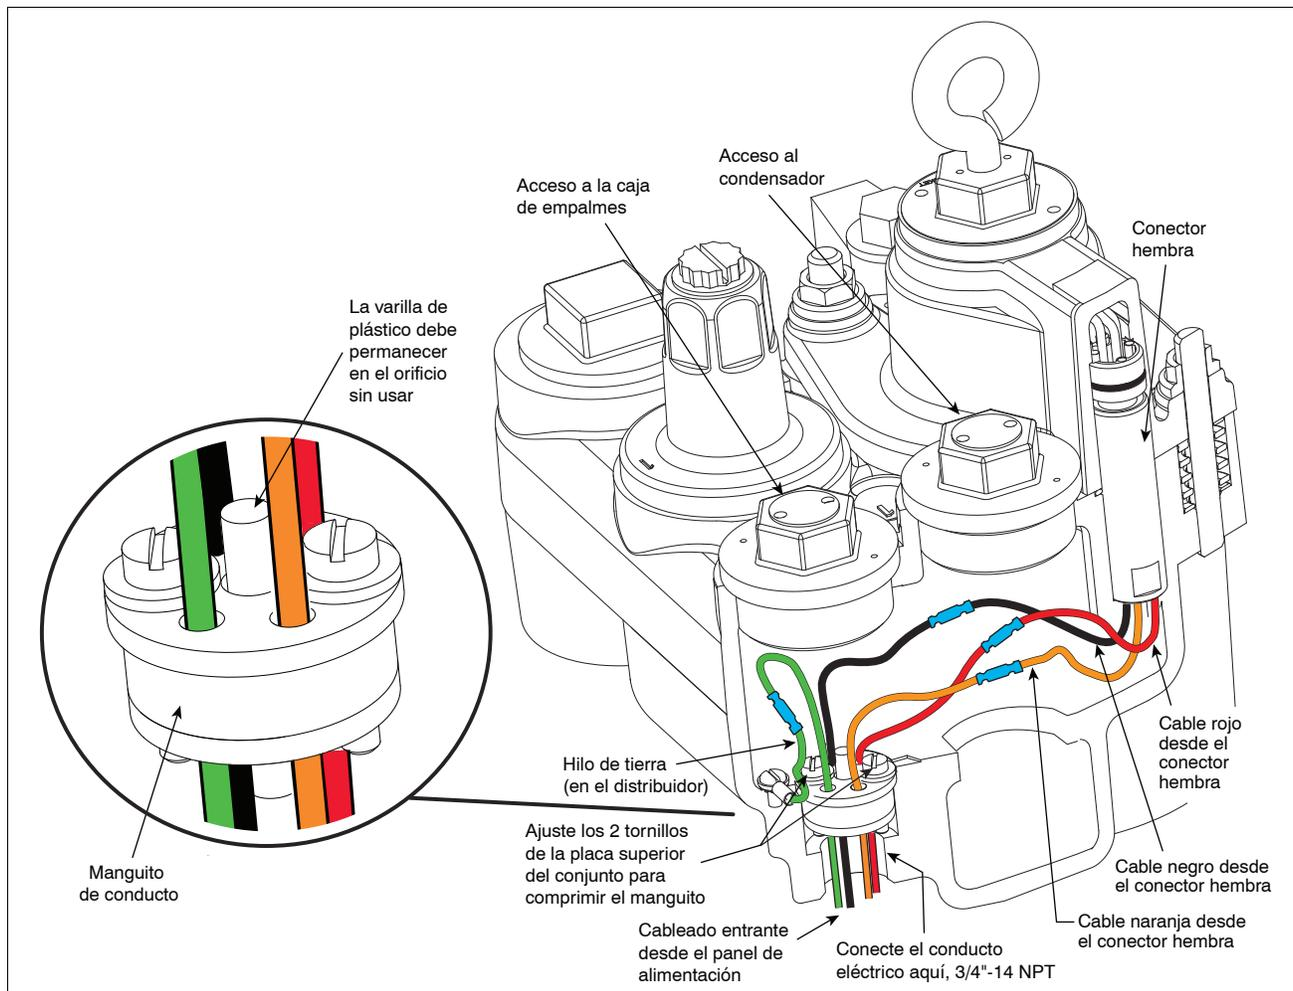

Figura 14. Los cables de alimentación entran por el manguito de compresión
1. Conecte los accesorios aptos para canalizaciones eléctricas en la entrada del cableado de energía eléctrica situada en la base de la caja de empalmes del distribuidor 3/4"-14 NPT (se necesitan 5 roscas como mínimo para el ajuste) (véase el cableado trifásico del esquema en corte de ejemplo de la Figura 14).
2. Afloje los dos tornillos del manguito de compresión lo justo para que pueda sacar el manguito de su receptáculo, que se encuentra en la parte inferior de la caja de empalmes del distribuidor (véase la Figura 14). Siga elevando el manguito hasta que se pueda acceder a él. Observe que la placa superior del conjunto del manguito (la que mira hacia el distribuidor) tiene un diámetro mayor que la placa inferior, y que hay dos orificios abiertos y tres orificios con varillas de plástico insertadas. Las varillas de plástico sellan el manguito